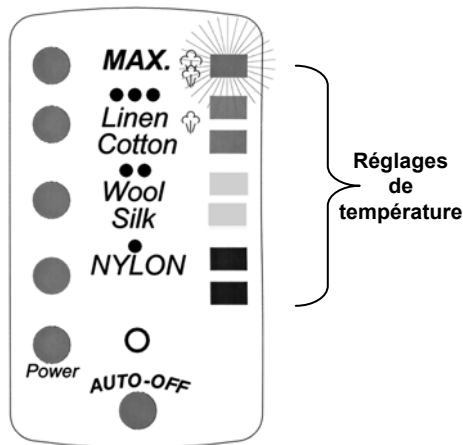

Fig. 5
4. Le témoin à droite du panneau d'affichage à DEL cesse de clignoter lorsque la température désirée est atteinte. (Fig. 5)